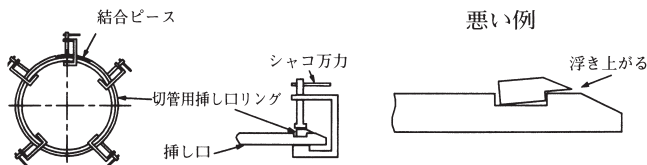

図75 切管用挿し口リングの締め付け
- ② シャコ万力を用いて、切管用挿し口リングの分割部の反対側から順次締め付ける。このとき、切管用挿し口リングが図75の悪い例のように浮き上がらないように注意する。